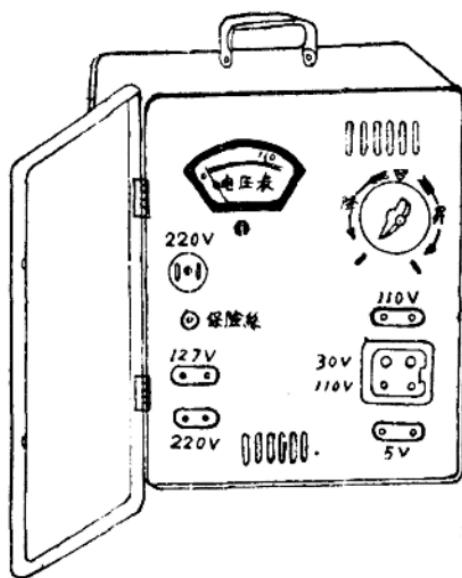

图1.13 变压器
(1) 架設机器的步驟如下：
- ① 挂銀幕（或以白色牆壁代替）。
- ② 把揚聲器放在銀幕一邊，同時取出片夾、倒片機，將揚聲器導線引到放映桌上固定起來。
- ③ 把扩音机放在桌上，有仰机螺絲的一端向銀幕，同時取出各連接導線。
- ④ 取出放映机，打开放映机上光电管的擋光板，把放映机放在扩音机上，将固定螺絲旋緊，打开供、收片臂。
- ⑤ 把变压器放在扩音机后面。变压器外部机件的名称、位置如图1.13。
⑥ 架設好放映机后，应擦拭一下各个部分并加油。除減震滑輪处的油孔不必經常加油外，其余各处漆有紅色的11个孔和各个滑輪的軸上，应在每放映前加1—2滴放映机用潤滑油。加油后油孔口和机件表面均應擦淨。放映机內部各滾珠軸承等須在每工作200小時后送修配厂（站）檢修时換新黃油。